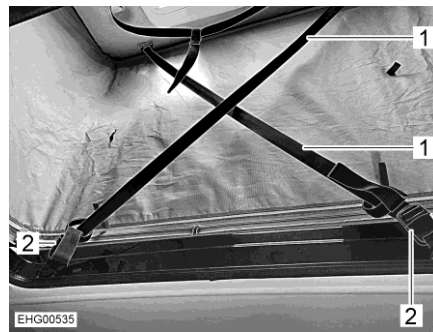

Bild 43 Vindsäkring
- Dra ut båda säkerhetsremmarna helt (Bild 43,1).
- Haka fast säkerhetsremmarna diagonalt på bältlåsarna (Bild 43,2).